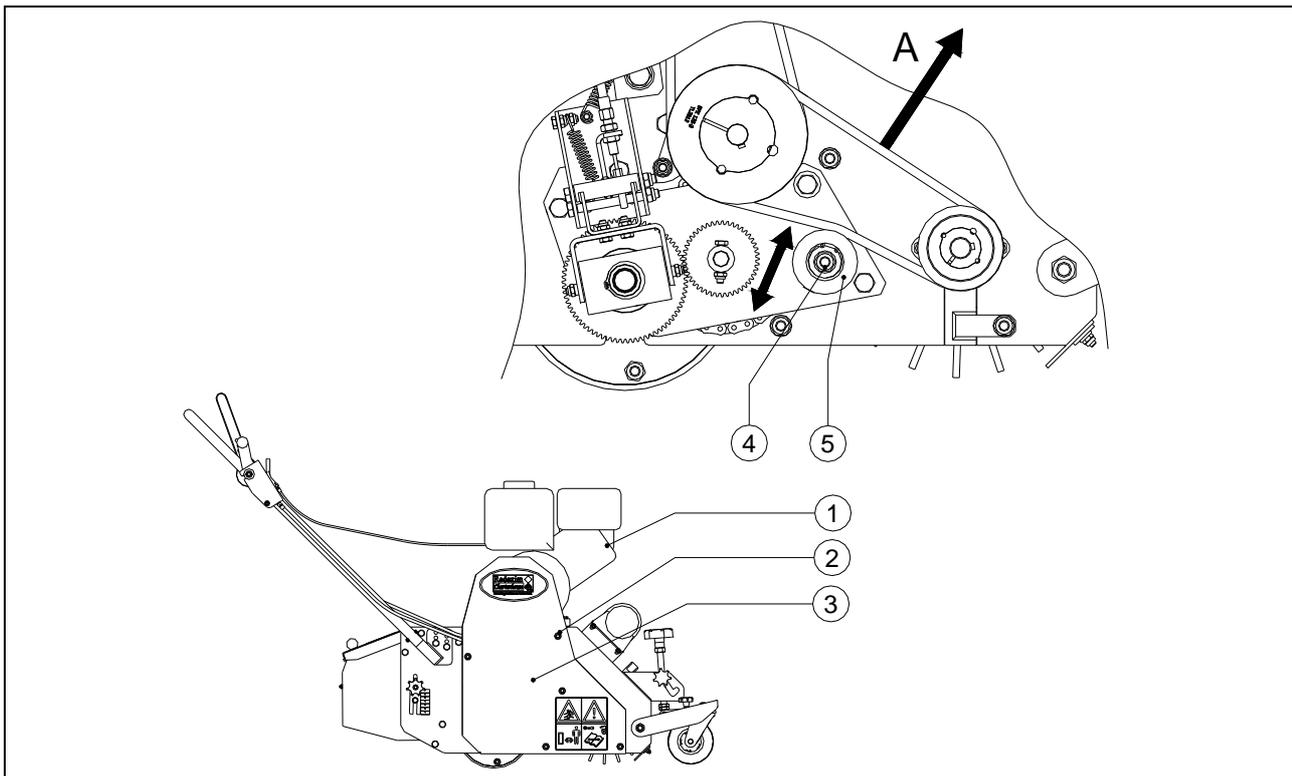

Abb. 17
1. Spannrolle zum Antrieb der Bürste (siehe Abb. 17)
### Spannrolle zum Antrieb der Bürste (Siehe Abb. 17)